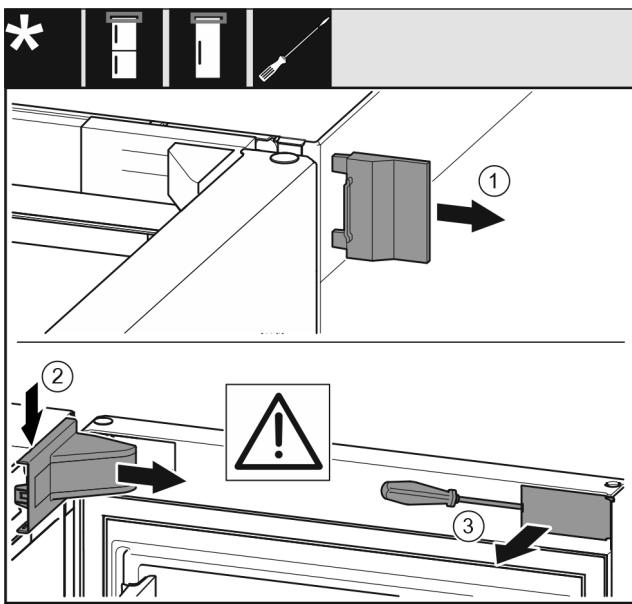

Fig. 8
- Detașați apărătoarea exterioară. Fig. 8 (1)
- Deblocați și desfaceți apărătoarea suporturilor de lagăr. Detașați apărătoarea suporturilor de lagăr. Fig. 8 (2)
- Deblocați masca cu șurubelnita plată și pivotați-o în lateral. Fig. 8 (3)